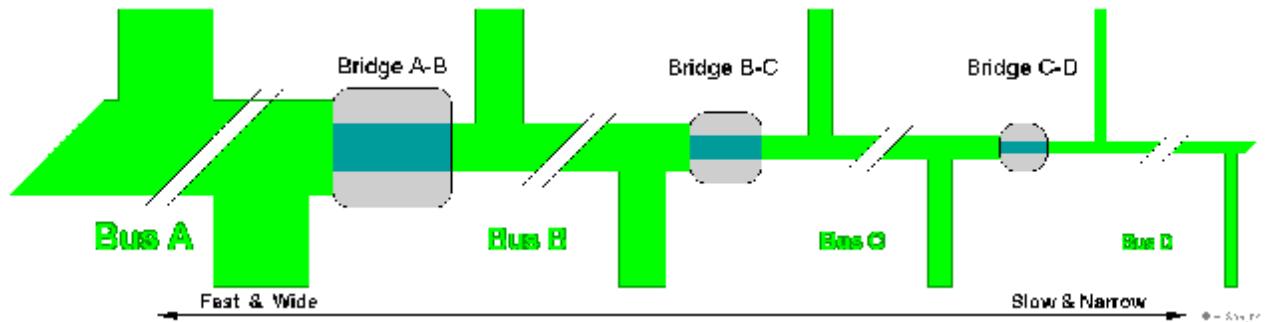

Figure 4.5 Schéma de principe d'un ordinateur à plusieurs bus et contrôleurs.
- les bus s'enchaînent en allant du plus rapide et plus large au plus lent et plus étroit. Entre deux bus, un pont (ou contrôleur) assure la conversion et le synchronisme (Figure 4.5).